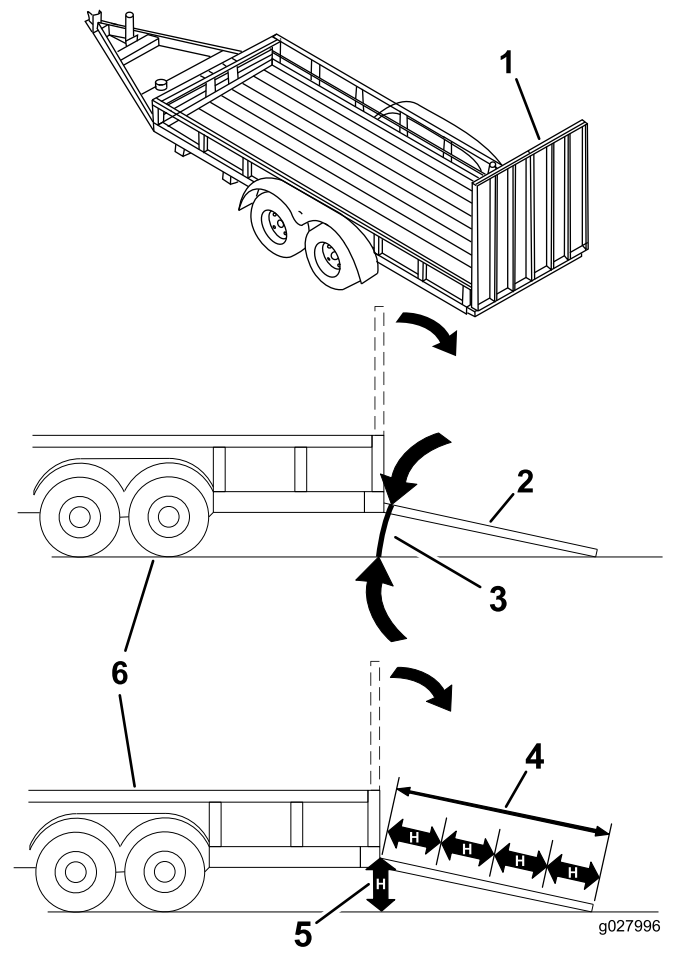

Figure 45
Le chargement de la machine sur une remorque ou un camion augmente le risque de basculement, et donc de blessures graves ou mortelles (Figure 45).
3. Abaissez la rampe pour que l'angle avec le sol ne dépasse pas 15 degrés (Figure 45).
1. Abaissez la rampe pour que l'angle avec le sol ne dépasse pas 15 degrés (Figure 45).